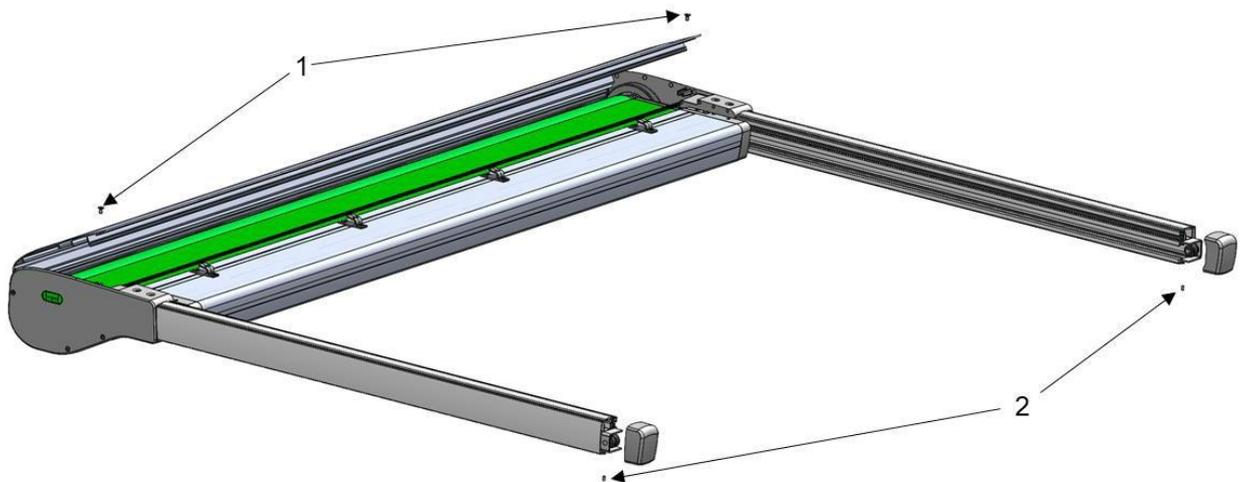

Abb. 15 Dachprofil und Endkappen entfernen
2. ► Das Dachprofil entfernen, dazu die beiden Senkschrauben M6x12 (Abb. 15/1) lösen
3. ► Die Endkappen von den Führungsschienen entfernen, dazu die beiden Schrauben (Abb. 15/2) lösen